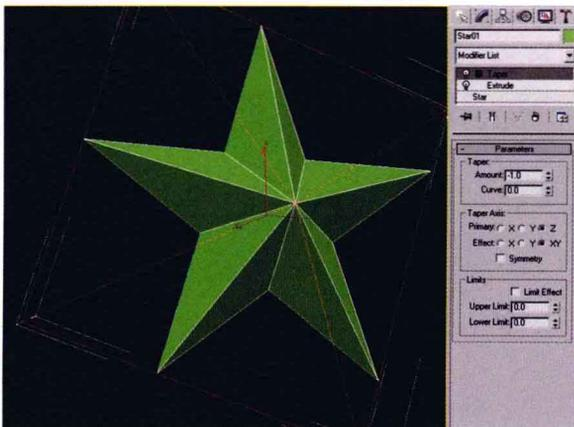

图 1-17
3. 再次在修改下拉列表中按键盘“T”键，找到【Taper】（锥化）命令，设置【Amount】（厚度）参数为“-1”，五角星的 5 个点会在表面上相交，得到五角星的形状。如图 1-17 所示。